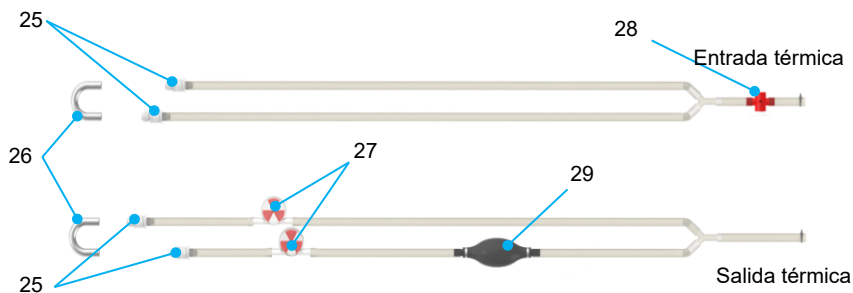
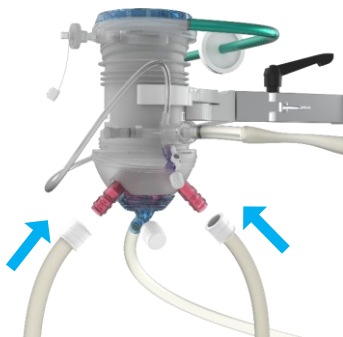

Figura 7 Tubos de la unidad térmica
Figura 14 Conecte el tubo térmico a los oxigenadores
La Unidad térmica mantiene la temperatura de la solución de perfusión circulante mediante elementos Peltier. Dependiendo de la temperatura ajustada, estos elementos enfrían o calientan el circuito interno de agua mediante el efecto termoeléctrico. Para transferir la temperatura del circuito interno de agua a la solución de perfusión, la Unidad térmica se conecta mediante tubos de silicona a los puertos del intercambiador de calor de ambos oxigenadores (Figura 7 y Figura 14). El puerto de salida de la Unidad térmica está conectado al puerto de «entrada de agua» del intercambiador de calor y el puerto de entrada de la Unidad térmica está conectado al puerto de «salida de agua» del intercambiador de calor.
- Coloque el tubo térmico (Figura 7) con el acoplador del tubo de agua (elemento 26) lo más bajo posible. Asegúrese de que durante el llenado y la desaireación (apartado 2.3.1), la entrada y salida de la Unidad térmica (Figura 7, elementos 21 y 22) estén en el punto más alto, para que las burbujas de aire se desplacen hacia la Unidad térmica.
- Apriete repetidamente el globo de desaireación (Figura 7, elemento 29) para expulsar todo el aire posible del tubo térmico en el lado de HA.
- Conecte el tubo térmico a los oxigenadores (véase la Figura 14) utilizando los conectores de agua (véase la Figura 7, elemento 25). Cada oxigenador tiene dos conectores de tubo térmico, y cualquiera de los dos conectores se puede utilizar
para la entrada o la salida. Asegúrese de que un tubo está conectado a la entrada térmica y otro a la salida térmica (Figura 7).